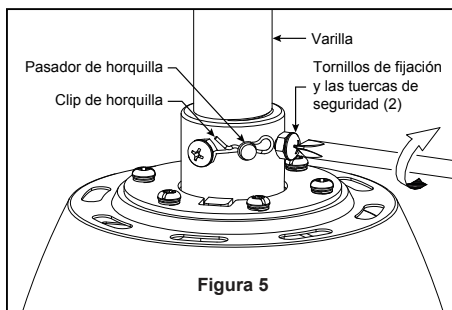

Figura 5
- ☐ 5. Coloque el soporte de la varilla y alinee los orificios de la clavija de horquilla en ambas piezas. Instale la clavija de horquilla y asegúrela con la pinza de horquilla. Fije los dos tornillos de presión y las tuercas de seguridad en el soporte de la varilla interior. Fije con seguridad el set de tornillos con el destornillador y luego fije bien las tuercas con una llave hexagonal. (Figura 5)
- ☐ 4. Una vez haya hecho las conexiones, coloque los cables hacia arriba y empújelos cuidadosamente hacia dentro de la caja de la toma de corriente, poniendo los cables blancos y verdes a un lado de la caja y los negros hacia el otro lado. Los cables deben ser colocados de forma extendida poniendo el conductor de la toma de tierra y el conductor de toma de tierra del equipo a un lado de la caja, colocando el conductor sin toma de tierra en el otro lado de la caja. (Figura 5)